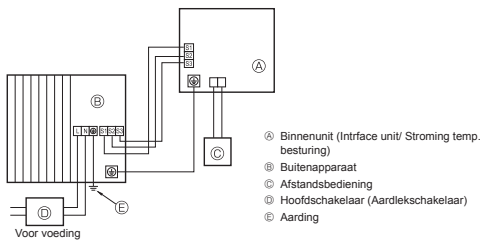
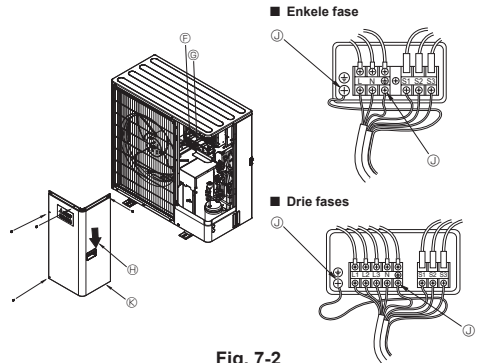

Fig. 7-1
Fig. 7-2
7.1. Buitenapparaat (Fig. 7-1, Fig. 7-2)
- 2 Sluit de kabels aan aan de hand van Fig. 7-1 en 7-2.